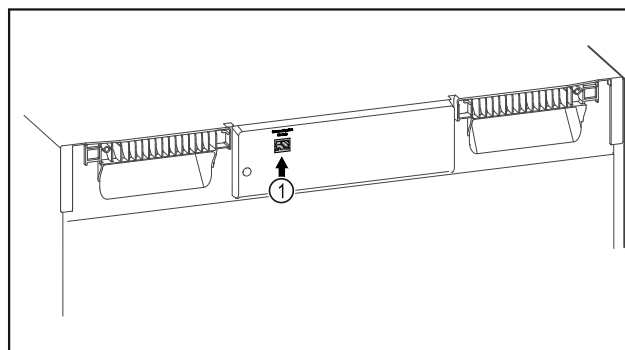

Fig. 123
- Le SmartModule Fig. 123 (1) est en place.